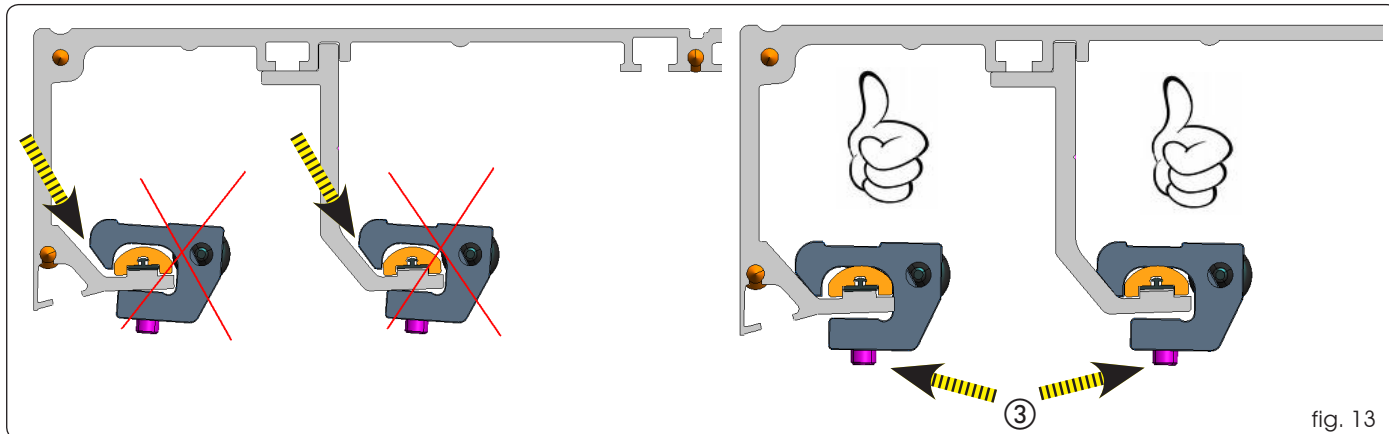

fig. 13
⚠ Let op: De mechanische aanslagen in het midden en aan de zijkant moeten er, na de geleiderail, vanaf de zijkant worden ingezet als eerste element van de deur A140 AIR-T. Zet de staaf met de trekschroeven vanaf de zijkant in het steunprofiel voor de montage van de elektronica-module en ring motor fig. 11-①. De mechanische stops zijn 4 tot voor enkele 8 en dubbele deuren. Plaats de geleiderail op het profiel, fig. 12-①, en zet de mechanische aanslag er vanaf de zijkant in, fig. 12-②. Bevestig hem vervolgens met de twee inbusschroeven, fig. 12-③ en fig. 13-③.
Let op : zorg dat de aanslagen in het midden en aan de zijkant goed op hun plaats zitten, tegen het profiel, alvorens ze vast te zetten (fig.13 ③).